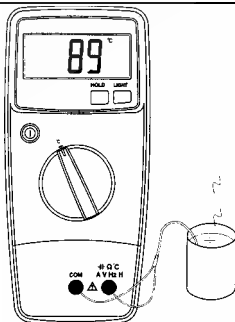

Рисунок 9
- 4.13.4 Прочитайте на дисплее значение температуры (см. рис. 9).